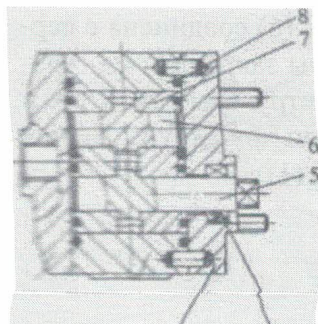

Рис. 3-14. Масляный шестеренный насос
Все насосы являются левосторонними, за исключением правостороннего насоса, установленного на моделях 160, 164. Они установлены на левой стороне хвостовой части коробки передач дизельного двигателя. Механизм состоит из пары внешних зубчатых валов-шестерней (5) и (6) (см. рис. 3-14), корпуса насоса (2), втулки (7), а также передней и задней крышек.